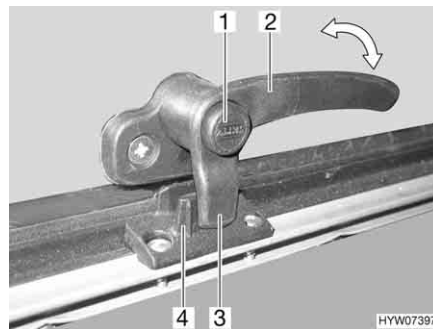
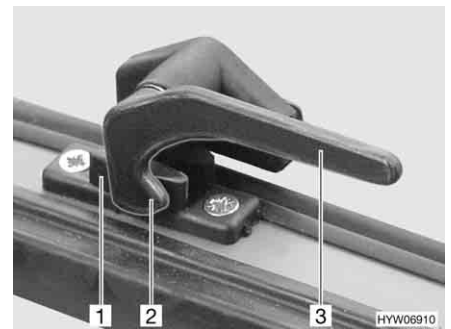

Fig. 94 Leva di serraggio con bottone di sicurezza in posizione "Chiuso"
Fig. 95 Leva di serraggio in posizione "Chiuso"
- Se presente, premere e tenere premuto il bottone di sicurezza (Fig. 94,1).
- Ruotare tutte le leve di serraggio (Fig. 94,2 o Fig. 95,3) di un quarto di giro verso il centro dell'oblò.
- Ruotare tutte le leve di serraggio (Fig. 94,2 o Fig. 95,3) di un quarto di giro verso il telaio. Il nasello di bloccaggio (Fig. 94,3 o Fig. 95,2) si trova sulla parte interna del bloccaggio dell'oblò (Fig. 94,4 o Fig. 95,1).
- In posizione "Completamente chiusa" (Fig. 94 e Fig. 95)